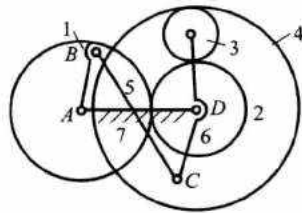

图 2-3
3. 图 2-3 所示为用于间歇输送钢带的组合机构, 由铰链四杆机构与齿轮系组成, AB 杆与齿轮 1 固接, 运动由齿轮 1 输入, 设各轮的齿数 z_1, z_2, z_3, z_4 为已知, 试计算机机构的自由度, 并分析 n_1/n_6 为多大时, 轮 4 才能瞬时间歇。